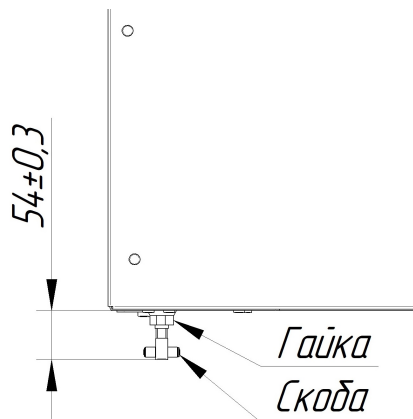

Рис. 13. Регулировка замкового устройства
При неправильной работе уплотнителя (выход пара) печи необходимо отрегулировать положение скобы (см. рис. 13). Для этого требуется выполнить:
2. отрегулировать положение скобы согласно рис. 13;